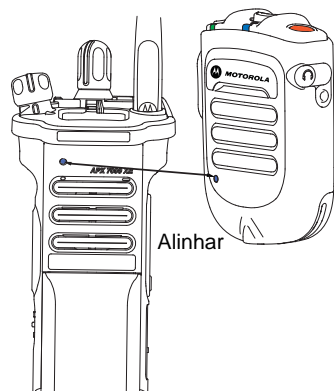

Figura 2.10: Emparelhar o WRSM
- 2 Coloque o ponto azul (ponto de emparelhamento seguro) do WRSM a 2,5 cm do ponto azul (ponto de emparelhamento seguro) do rádio. Consulte a Figura 2.10.